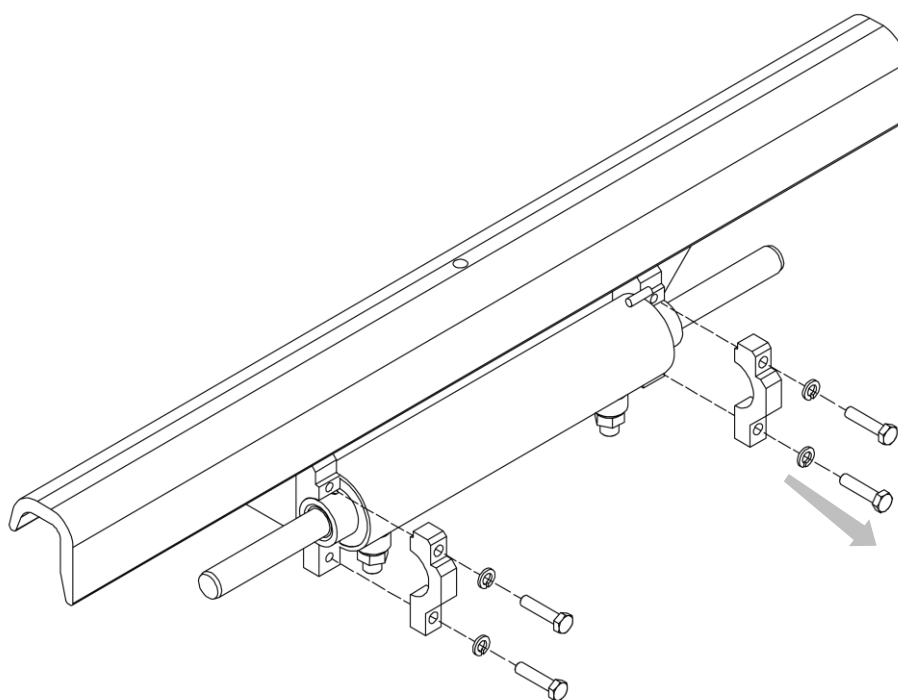

Figure 33
4. Se référer à la *Figure 33*.